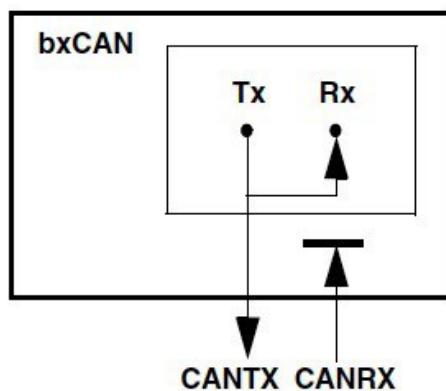

Figura 3.2: Loopback Mode
- **CAN_BTR_LBKM** (LOOPBACK) Viene letto il valore trasmesso sul bus senza leggere realmente il bus. CANTx è realmente connesso al BUS. Come mostrato in Figura 3.2.